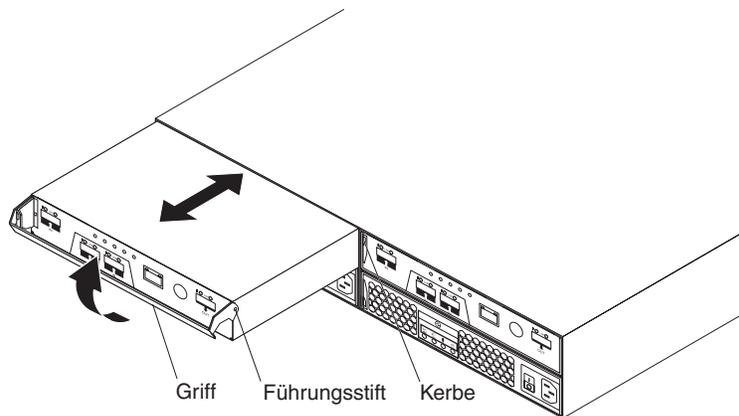

Abbildung 39. Controller installieren
- b. Ziehen Sie den Griff langsam vom Gehäuse weg, um die Abdeckblende aus der Position zu entfernen, wie in Abb. 39 auf Seite 74 dargestellt.
- b. Stellen Sie sicher, dass die Führungsstifte an der Seite des Controllers in die Kerben am DS3200-Gehäuse eingesetzt sind. Informationen hierzu finden Sie in Abb. 39.